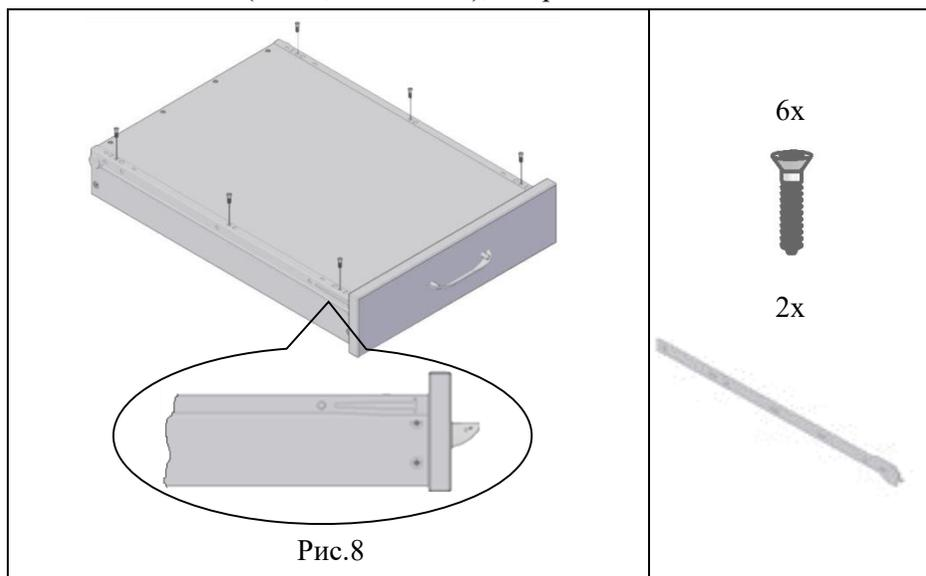

Рис.8
4.2.5 К сборке по п.4.2.4 установить направляющие левую и правую (внутренние) (поз.1, пакет №54), прижать к ящику и закрепить саморезами с потайной головкой 4x16 (поз. 7, пакет №53), см. рис. 8.